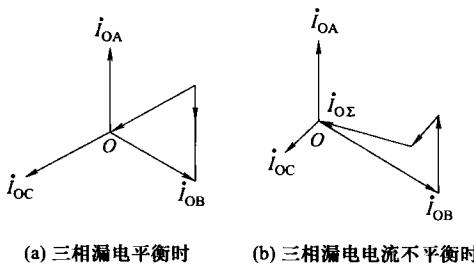

图 1-10 三相漏电矢量图
(3) 三相漏电 三相漏电有两种情况。
① 三相同时发生漏电时，若漏电流又平衡，则合成电流为零，所以漏电保护器不起作用。
② 三相漏电流不平衡时，其合成电流亦为三相漏电流的矢量和，如图 1-10 所示。从图